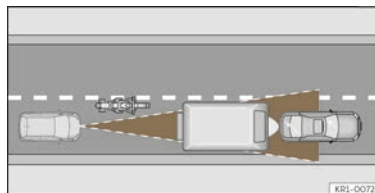

Abb. 137 Vorausfahrender Motorradfahrer außerhalb des Erfassungsbereichs des Radarsensors.
- Versetzt fahrende Fahrzeuge oder Fahrzeuge, die außerhalb des Erkennungsbereichs des Sensors fahren, z. B. Motorräder >>> **(Abb. 137).**